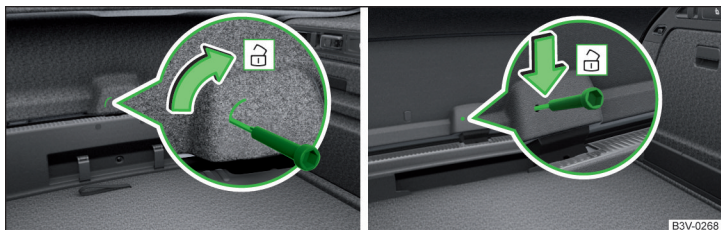

Abb. 348 Klappe entriegeln: Variante 1 / Variante 2
- › In die Aussparung bzw. Öffnung in der Klappenverkleidung » Abb. 348 einen Schraubendreher oder ein ähnliches Werkzeug bis zum Anschlag einführen.